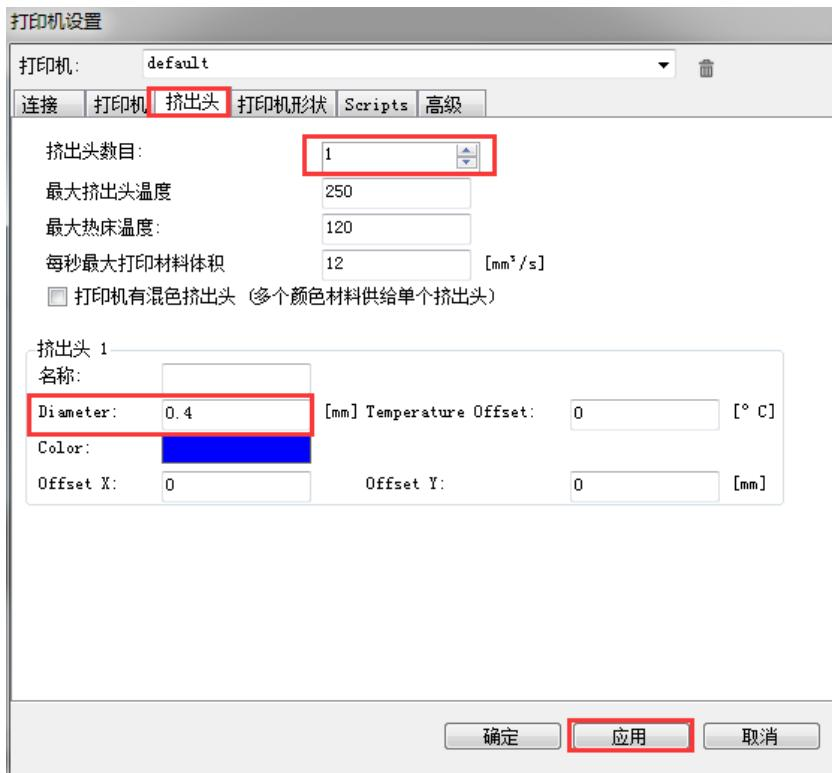

图 5.125 挤出头设置
5. 在“挤出头”页签按图 5.125 红框所示设置参数，其余保持默认值即可，并单击“应用”。